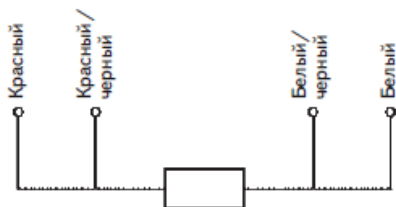

Рис.4.4.4.
4.4.4. Подключение осуществляется по двух- или четырехпроводной схеме (рис.4.4.4).